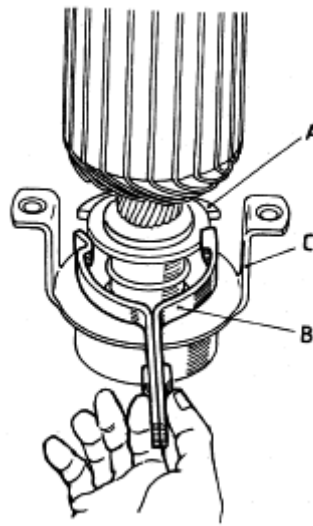

Figura 49:Remoção da forquilha de comando ([6])
Para efectuar a desmontagem do mecanismo de accionamento, começa-se por retirar a forquilha de comando, como indica a figura 49. Este mecanismo contém um anel (A) que serve de suporte à forquilha (B). Estes componentes têm que ser desmontados como indica a figura. Esta figura apresenta o suporte de embraiagem de roda livre (C).